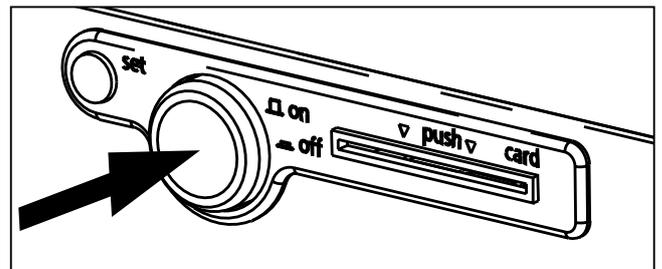

Fig. 22 Desconectar la cámara de clima constante
1. Desconecte el equipo. Para ello, presione el interruptor principal del panel de mandos de modo que quede encajado en el equipo (Fig. 22).